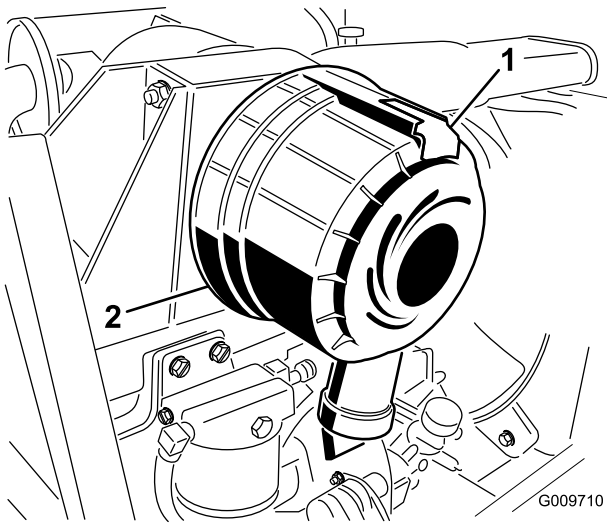

Figura 29
1. Puxe o trinco para fora e rode a cobertura do filtro de ar no sentido contrário ao dos ponteiros do relógio (Figura 29).